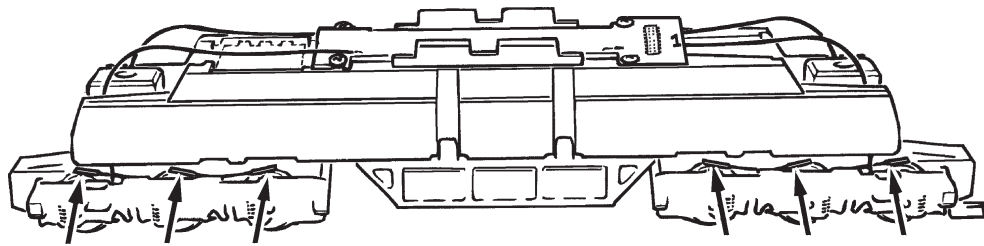

Fig. 5
**Aufrüstung:** Sie können für Ihren Fahrbetrieb unter verschiedenen Kupplungen wählen (Fig. 5). Wir empfehlen den Einsatz der ROCO-Kurzkupplung.
Im beigelegten Zurüstbeutel finden Sie auch kleine vorbildgetreue Steckteile für eine erweiterte Aufrüstung Ihres Modells (Fig. 5), die Sie bitte **vorsichtig montieren. Achtung!** Kleben nur mit ausdrücklichem Hinweis.
**Fittings:** Operation is possible with different couplings (fig. 5). We recommend using the ROCO close coupling. In the enclosed accessory bag you will find small kits to be fitted on your locomotive. Please **mount them cautiously**.
**Attention!** Use glue only if indicated (fig. 5).
**Les attelages:** En vue d'une exploitation pratique sur votre réseau vous pouvez choisir parmi plusieurs types d'attelages conformes aux différents systèmes d'attelage pratiqués en H0 (voir fig. 5). Nous vous recommandons l'emploi de l'**attelage court ROCO**.
Le sachet joint comprend entre autres des petites pièces de finition conformes à la réalité et **à rapporter avec précaution** par le modéliste (fig. 5), si désiré. **Attention:** N'utilisez de la colle qu'aux endroits expressément indiqués aux dessins!